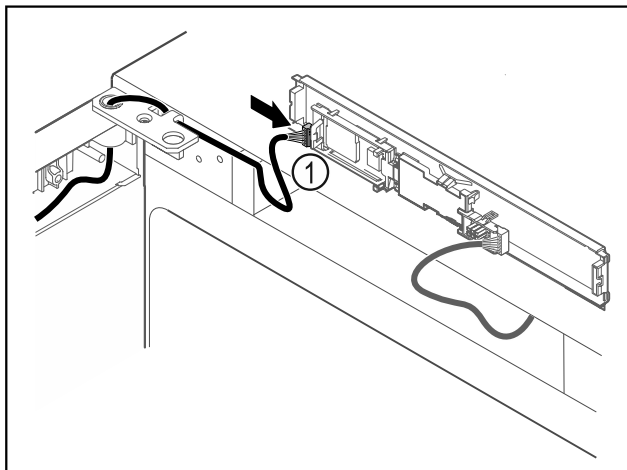

Fig. 60
- Brancher le connecteur Fig. 60 (1) sur la platine.